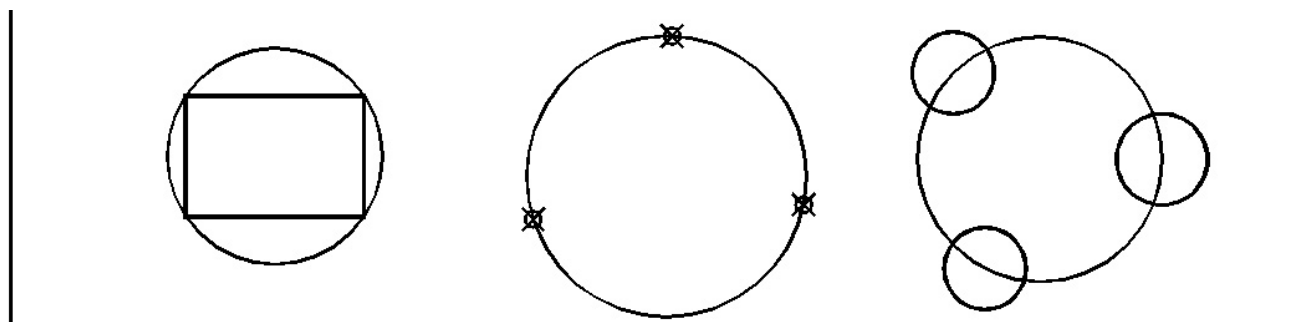

Рис. 3.2. Окружности, построенные по опорным точкам объектов
3.2.2. Начертить три окружности, проходящие через вершины прямоугольника, три опорные точки и центра трех заранее вычерченных окружностей. Точки чертить при помощи команды **POINT** (ТОЧКА). Стиль точек задать командой **Point Style** (Форма и размеры точек) (рис. 3.2).